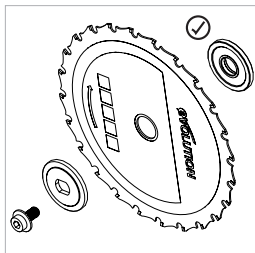

Rys. 19
- Przy pomocy załączonego klucza imbusowego należy zdjąć śrubę, kołnierz zewnętrzny i tarczę z wrzeciona. **(Rys. 19)**